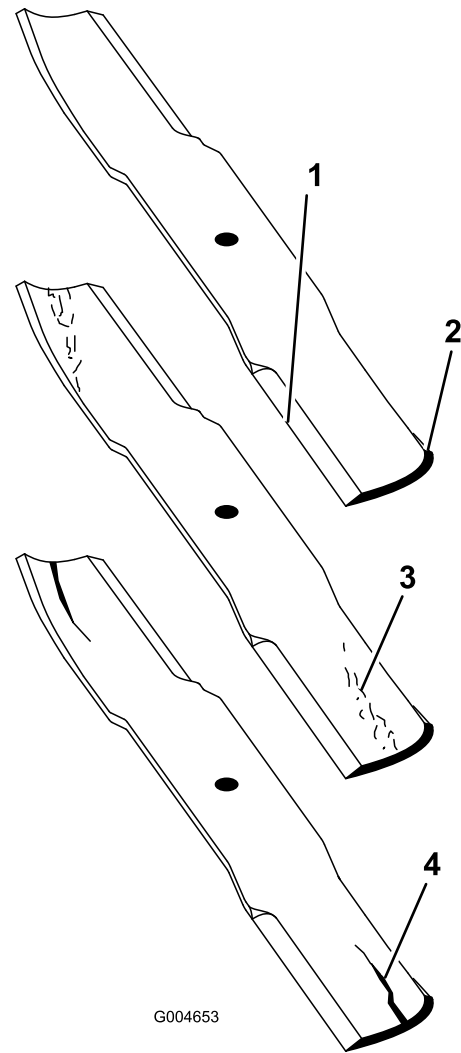

Figura 93
2. Examine cuidadosamente los extremos de corte de la cuchilla, sobre todo en el punto de reunión entre la parte plana y la parte curva de la cuchilla (Figura 93). Puesto que la arena y cualquier material abrasivo pueden desgastar el metal que conecta las partes curva y plana de la cuchilla, compruebe la cuchilla antes de utilizar el cortacésped. Si se aprecia desgaste (Figura 93), cambie la cuchilla.
Si se permite que la cuchilla se desgaste, se formará una hendidura entre la vela y la parte plana de la cuchilla (Figura 93). Con el tiempo, una parte de la cuchilla puede desprenderse y ser arrojada desde debajo de la carcasa, posiblemente causando lesiones graves a usted o a otra persona.